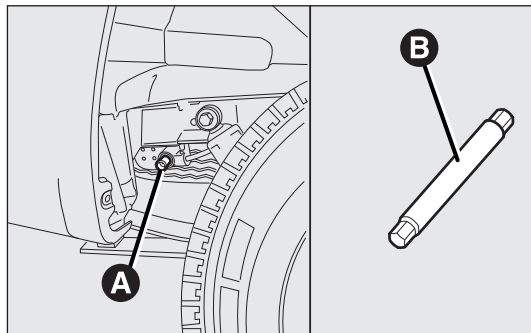
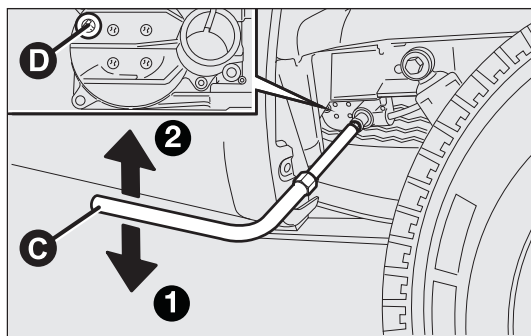

fig. 161
fig. 162
- ☐ pour toutes les versions : accéder par le passage de roue ARD du véhicule à la vis de réglage A-fig. 161 du dispositif de retenue de la roue de secours, et l'actionner à l'aide de la clé fournie, qui est munie d'une rallonge B, prévue à cet effet;
- ☐ tourner la clé C-fig. 162 dans le sens inverse des aiguilles d'une montre 1 pour faire descendre la roue de secours;
- ☐ insérer la clé fournie C-fig. 162, munie de la rallonge B-fig. 161 prévue à cet effet, sur la vis A-fig. 161 du dispositif de manœuvre du logement de la roue de secours et la tourner dans le sens des aiguilles d'une montre 2 pour faire remonter la roue de secours jusqu'à ce qu'elle se plaque contre son logement sous le plancher, tout en vérifiant l'affichage de l'encoche d'accrochage effectué D-fig. 162 dans la fenêtre figurant sur le dispositif.